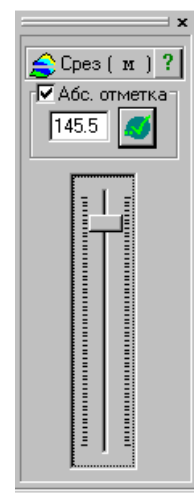

Рис.11.5.1.
- В открывшемся плавающем окне **Срез** (рис. 11.5.1) выполните следующие действия: